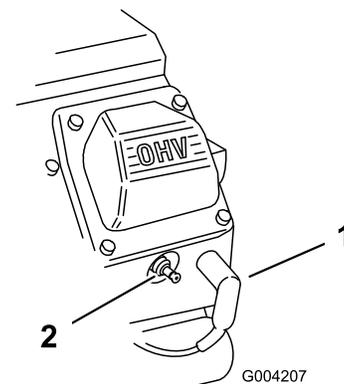

Bild 47
- Ziehen Sie Zündkerzenstecker von den Zündkerzen ab (Bild 47).
- Stecken Sie den Zündkerzenstecker auf die Zündkerzen (Bild 47).